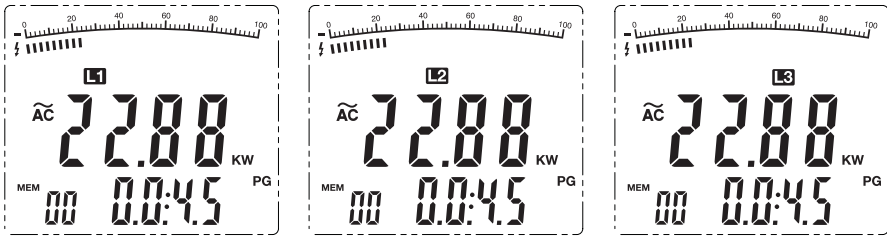

Figure 8
3. Régler le compteur de kW. Le double affichage indique la valeur kW de puissance active et l'angle de phase (PG) valeur.
4. Appuyez sur le L1-L2-L3 bouton pour choisir la première phase L1 (voir la figure 8).
5. Appuyez sur le bouton  $\Sigma$  pour enregistrer et *ij* somme la valeur mesurée pour L1. (voir la figure 8)
7. Appuyez sur le L1-L2-L3 bouton pour choisir la première phase L2. Le moniteur principal affiche le kW pour la phase L1 et l'écran secondaire affiche l'angle de phase (PG).
8. Appuyez sur le bouton  $\Sigma$  pour enregistrer et *ij* somme la valeur mesurée pour L2. (La figure 8). Le moniteur principal affiche le kW pour la phase L2 et l'écran secondaire affiche l'angle de phase (PG).
10. Appuyez sur le L1-L2-L3 bouton pour choisir la première phase L3. Le moniteur principal affiche le kW pour la phase L3 et l'écran secondaire affiche l'angle de phase (PG).
11. Appuyez sur le bouton  $\Sigma$  pour enregistrer et *ij* somme la valeur mesurée pour L3. (figure 8)
4. Appuyez sur le L1-L2-L3 bouton pour choisir la première phase L1 (voir la figure 8). Le moniteur principal affiche le kW pour la phase L1 et l'écran secondaire affiche l'angle de phase (PG).
5. Appuyez sur le bouton  $\Sigma$  pour enregistrer et ij somme la valeur mesurée pour L1. (voir la figure 8)
7. Appuyez sur le L1-L2-L3 bouton pour choisir la première phase L3. Le moniteur principal affiche le kW pour la phase L3 et l'écran secondaire affiche l'angle de phase (PG).
8. Appuyez sur le bouton  $\Sigma$  pour enregistrer et ij somme la valeur mesurée pour L3. (figure 8)